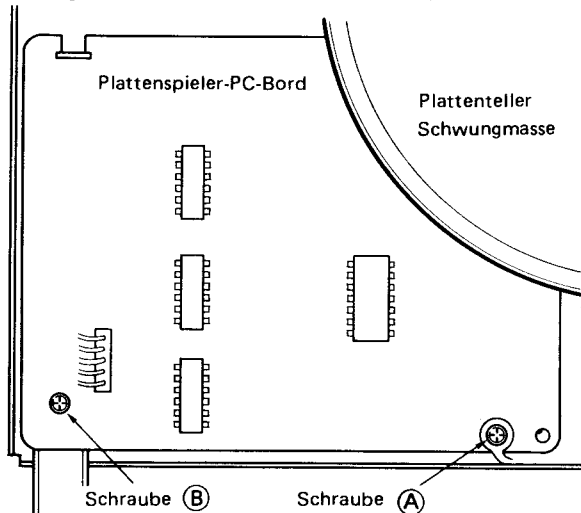

Abb. 5
- Entfernen Sie die Schraube A (M3 x 14) und die Schraube B (M3 x 6), welche den PC-Bord halten, und lösen Sie die Verbindungen J111 und 112. Der PC-Bord kann dann zur Durchführung der Reparatur abgenommen werden. (Siehe Abb. 5)